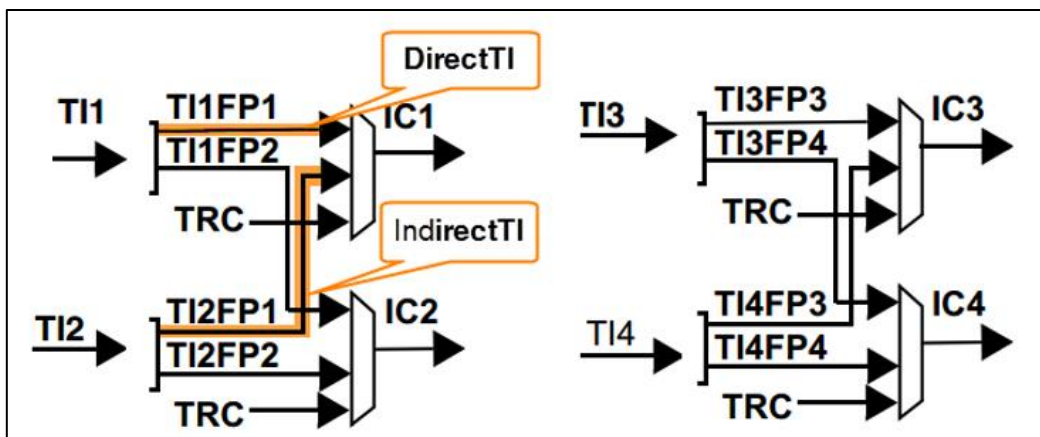

图 33-16 输入通道与捕获通道 IC 的映射图
- (1) TIM_Channel: 捕获通道 ICx 选择, 可选 TIM_Channel_1、TIM_Channel_2、TIM_Channel_3 或 TIM_Channel_4 四个通道。它设定 CCMRx 寄存器 CCxS 位的值。
- (2) TIM_ICPolarity: 输入捕获边沿触发选择, 可选上升沿触发、下降沿触发或边沿跳变触发。它设定 CCER 寄存器 CCxP 位和 CCxNP 位的值。
- (3) TIM_ICSelection: 输入通道选择, 捕获通道 ICx 的信号可来自三个输入通道, 分别为 TIM_ICSelection_DirectTI、TIM_ICSelection_IndirectTI 或 TIM_ICSelection_TRC, 具体的区别见图 33-16。它设定 CCMRx 寄存器的 CCxS[1:0]位的值。